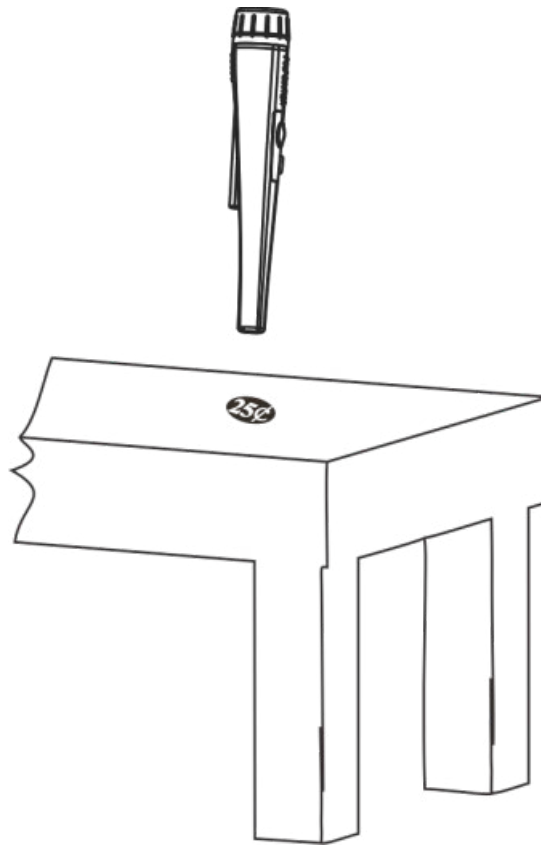

Fig.2 Pièce sur une table
3. Trouvez un emplacement dépourvu d'objets métalliques, mettez une table en bois ou en plastique dans cet endroit-là, et mettez votre pièce sur la table (Voir Fig. 2).